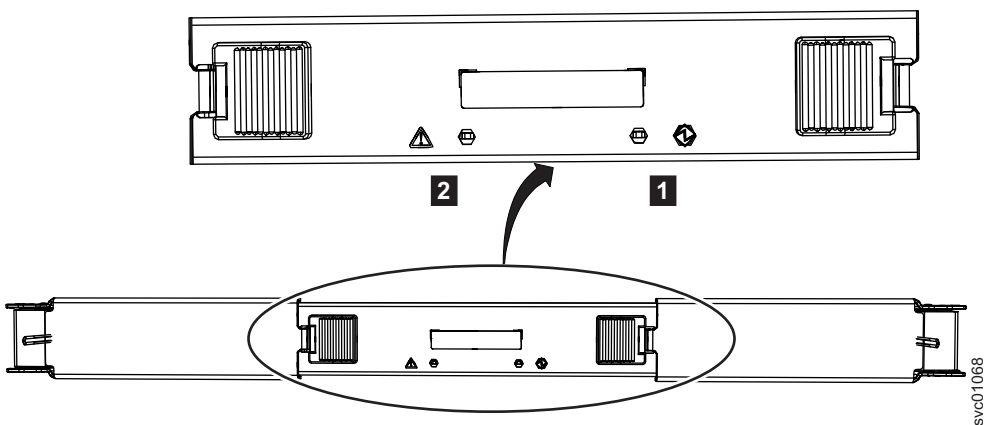

图 87. 辅助扩展器模块上的指示灯
2. 识别要更换的辅助扩展器模块；第 89 页的图 87 显示了辅助扩展器模块顶部的指示灯。